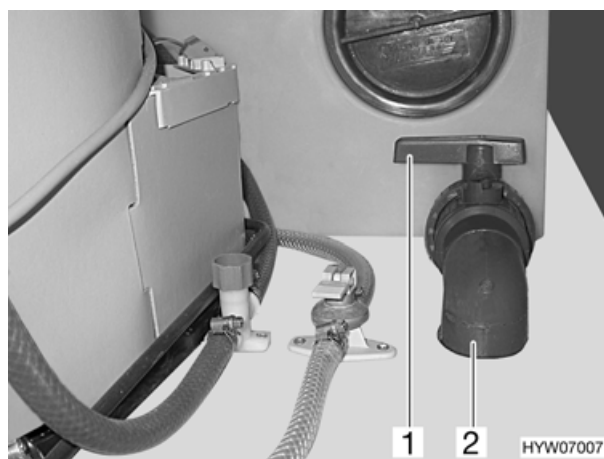

Fig. 74 Leva di comando e tubo di scarico del serbatoio delle acque grigie
Per lo scarico per le acque grigie, nel gavone di coda sono installati un rubinetto di scarico (Fig. 74,1) e un tubo di scarico (Fig. 74,2).
- Per aprire il rubinetto di scarico ruotare la leva di comando (Fig. 74,1) di un quarto di giro in senso antiorario. La leva di comando è posizionata nel senso della lunghezza del tubo di scarico.